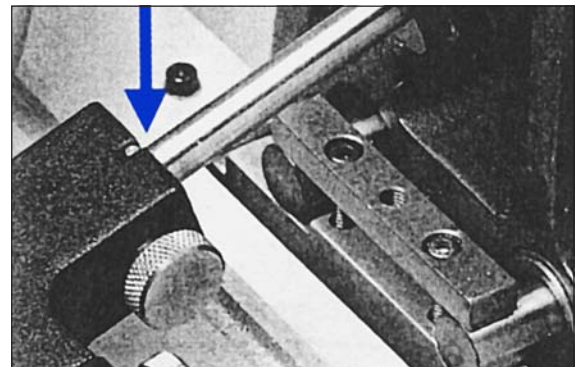

Fig. 11.2
6. Poussez le support sur le bras jusqu'à ce que l'ergot ait pénétré complètement dans la fente et que le support soit bien d'aplomb. Serrez à fond la vis de blocage (**Figure 11.2**)